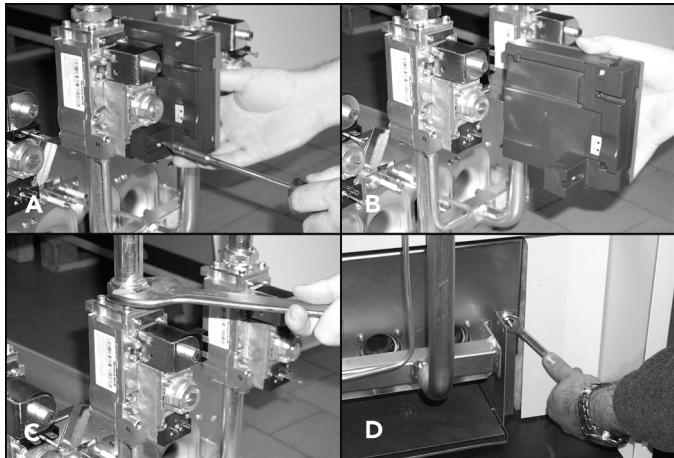

рис. 7 - Демонтаж и очистка горелок
- Если горелки на защукты и после электронного блока контроля пламени к газовому клапану (поз. А - рис. 7) и демонтируйте его с клапана (поз. В - рис. 7). Открутите винты крепления разъемов к газовым клапанам и отсоедините последние от клапанов.
- Отвинтите гайки крепления трубы подачи газа, расположенной перед газовыми клапанами (поз. С - рис. 7).
- Отвинтите две гайки крепления дверцы камеры сгорания к чугунным элементам корпуса котла (поз. D - Орис. 7).